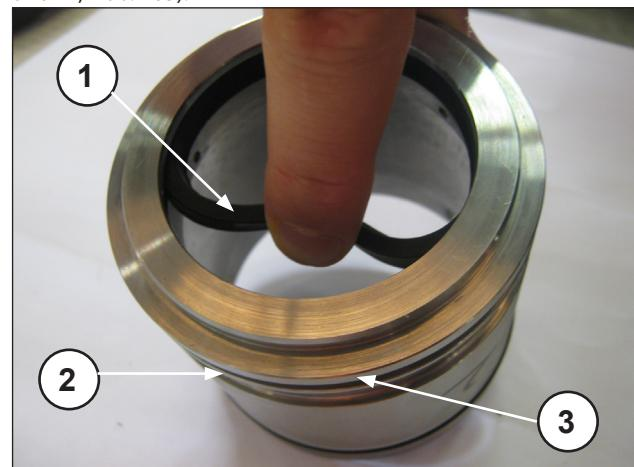

Abb. 165
Setzen Sie die ND-Dichtung in den Halter der Stopfbuchse ein (Pos. ①, Abb. 165) und achten Sie hierbei auf die Einbaurichtung mit nach vorn gerichteter Dichtlippe (zum Kopf hin), den O-Ring und den Stützring mit O-Ring (Pos. ② und ③, Abb. 165).